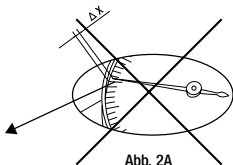
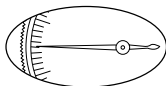

Abb. 2A
Abb. 2B
**Parallaxenfehler:** Beim Messen vorsichtig arbeiten, um den Parallaxenfehler ( $\Delta x$ ) zu vermeiden. Dieser Fehler tritt auf, wenn die Beobachtungsstelle nicht im rechten Winkel zum Display liegt (Abb. 2A). Die Messung im rechten Winkel zum Messuhr-Display (3) abnehmen (Abb. 2B).